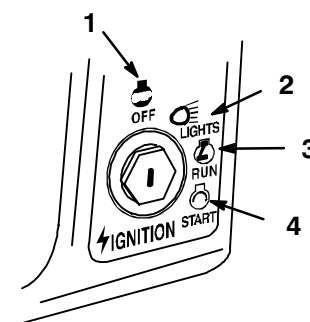

Figure 5
6. Tournez la clé de contact et maintenez-la en position de démarrage ("START") (Fig. 5). Relâchez-la quand le moteur démarre.
3. Tournez la clé de contact à la position contact coupé ("OFF") (Fig. 5).